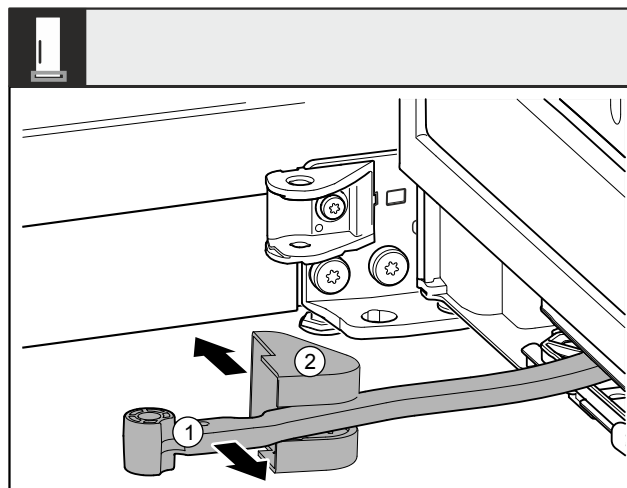

Fig. 11
- Gire la bisagra Fig. 11 (1) hacia la puerta.
- Retire la cubierta del soporte del cojinete Fig. 11 (2).